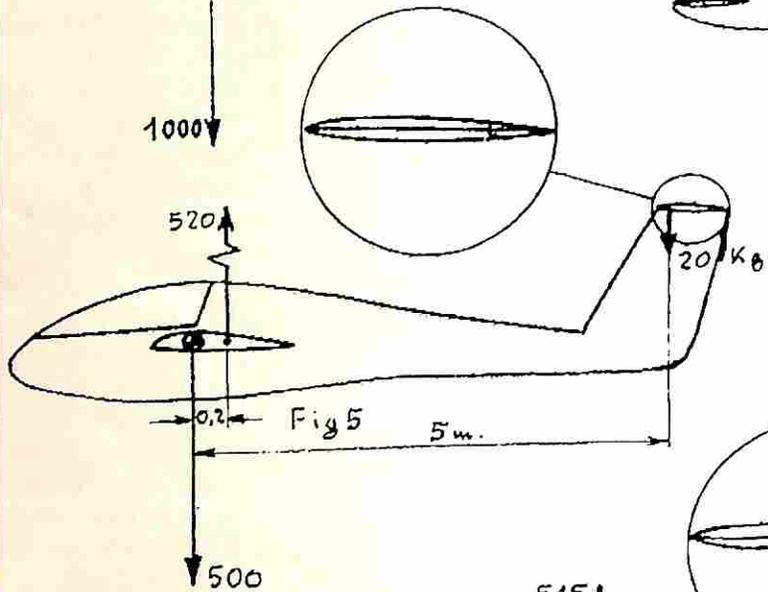

Fig. 5
- Momento contrastante dovuto al piano di coda: $\text{kg } 20 \times \text{m } 5 = 100$ kgm. Equilibrio! (fig.5).